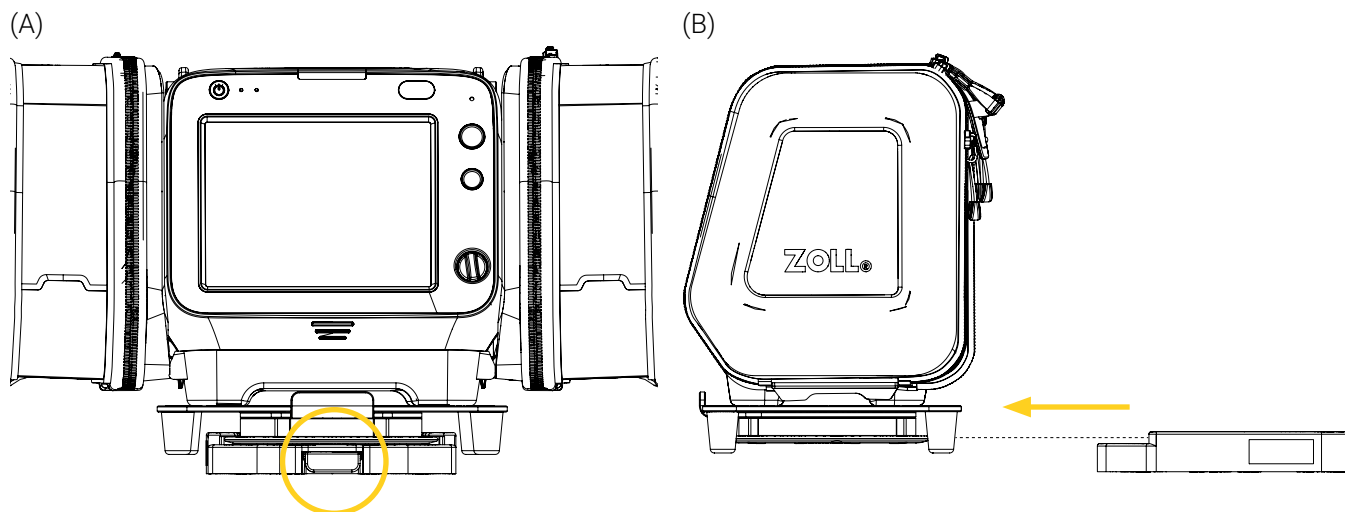

Figure 9: Retrait du Bracket Pro Serie 27 – GR du système de fixation
1. Appuyer et maintenir enfoncé le bouton à déclenchement rapide du système de fixation (Figure 9 A), puis glisser le Bracket Pro Serie 27 – GR horizontalement hors de la base (Figure 9 B), en veillant à ne pas coincer les câbles ou les tubes.